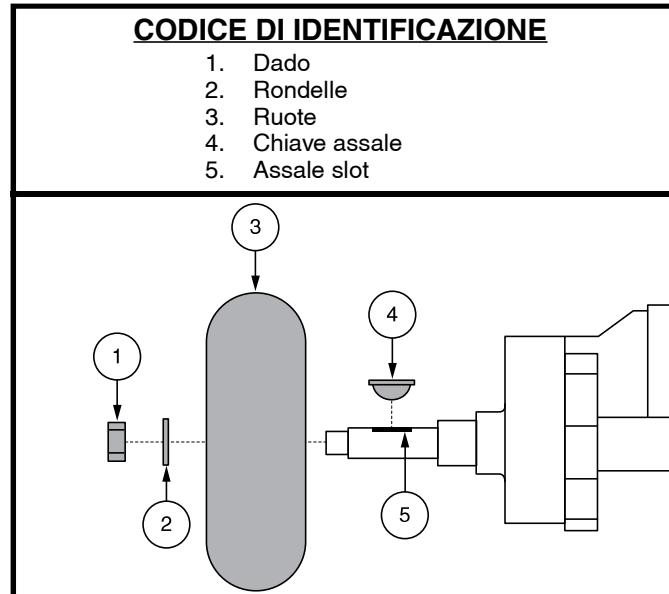

Figura 35. Rimozione di ruote a gomma solida
3. Rimuovere il cappuccio, dado e rondelle dall'assale della ruota. Vedere figura 35.